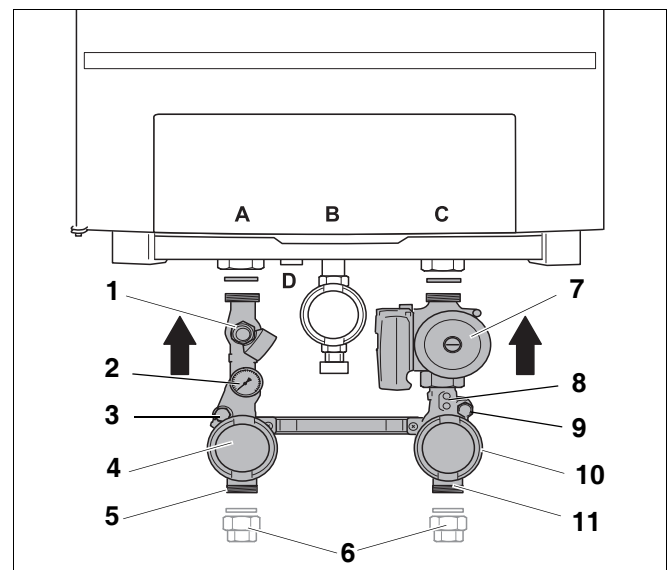

fig. 4 Serviceafsluiterarmaturen monteren
- Monteer het blauwe en rode serviceafsluiterarmatuur (fig. 4, **pos. 4** en **pos. 10**) aan de aansluiting **C** en **A** (retour en aanvoer). Maak hierbij gebruik van de beide meegeleverde vlakke rubberen afdichtingen.
- Sluit de aanvoerleiding spanningsvrij aan op het rode serviceafsluiterarmatuur (fig. 4, **pos. 4**). Maak daarbij eventueel gebruik van de aansluitkoppeling (separaat te bestellen, fig. 4, **pos. 6**)
- Sluit de retourleiding spanningsvrij aan op het blauwe serviceafsluiterarmatuur (fig. 4, **pos. 10**). Maak daarbij eventueel gebruik van de aansluitkoppeling (separaat te bestellen, fig. 4, **pos. 6**)
De Nefit TopLine Aansluitset cv/ww is voorzien van een voormonteerde overstort van 3 bar (fig. 4, **pos. 1**). Als de statische hoogte van de cv-installatie daarom vraagt, dan kan deze door een Nefit overstort van 4 bar worden vervangen.